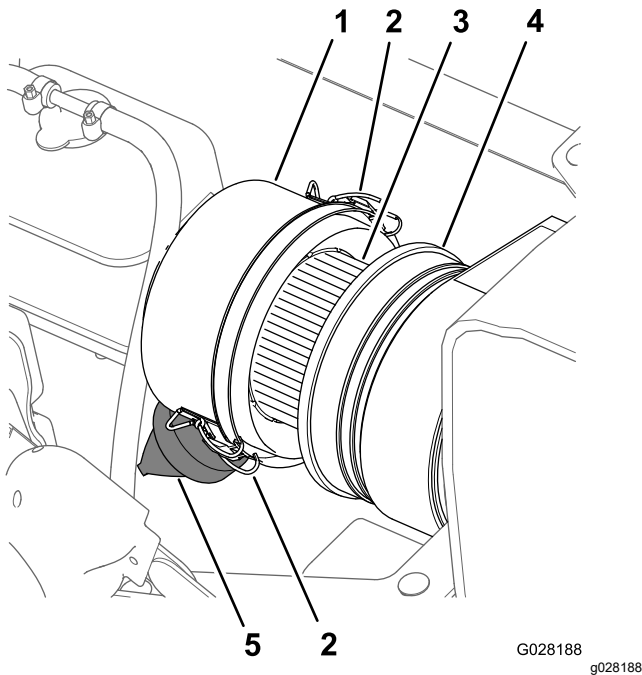
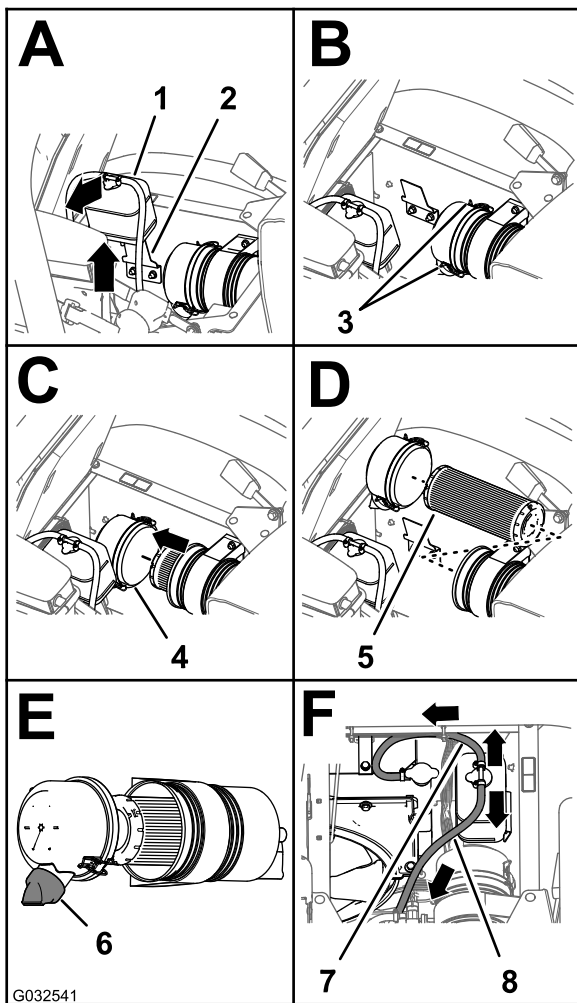

Figura 76
Figura 77
3. Limpie el tapón guardapolvo y el cuerpo del limpiador de aire (Figura 76).
5. Apriete la válvula de polvo para limpiarla de suciedad, polvo y residuos (Figura 76).
7. Compruebe si el elemento del filtro de aire tiene una acumulación excesiva de suciedad, polvo y residuos (Figura 76).
8. Instale el tapón guardapolvo en el cuerpo del limpiador de aire, y sujete el tapón con los 2 enganches (Figura 76).
2. Limpie el tapón guardapolvo y el cuerpo del limpiador de aire (Figura 76).
3. Levante el depósito de expansión del refrigerante y retírelo del soporte del depósito (Figura 77).
4. Inspeccione la carcasa del limpiador de aire en busca de daños que pudieran causar una fuga de aire (Figura 76).
4. Abra los dos enganches que sujetan el tapón guardapolvo a la carcasa del limpiador de aire (Figura 77).
6. Limpie el interior del tapón guardapolvo, la carcasa del limpiador de aire y la válvula de polvo con un trapo húmedo (Figura 76 y Figura 77).
7. Instale el elemento del filtro de aire en la carcasa del limpiador de aire (Figura 77).
8. Instale la tapa sobre el cuerpo del limpiador de aire y sujétela con los 2 enganches (Figura 77).
Nota: Asegúrese de que la válvula de polvo está alineada a una posición entre las 5 y las 7, vista desde el extremo (Figura 77).
9. Alinee el depósito de expansión del refrigerante con el soporte del depósito y coloque el depósito firmemente (Figura 77).
Importante: Asegúrese de que la manguera de alivio de presión está enrutada hacia delante y hacia abajo, y que la manguera de ventilación está enrutada hacia atrás, según se muestra en Figura 77.